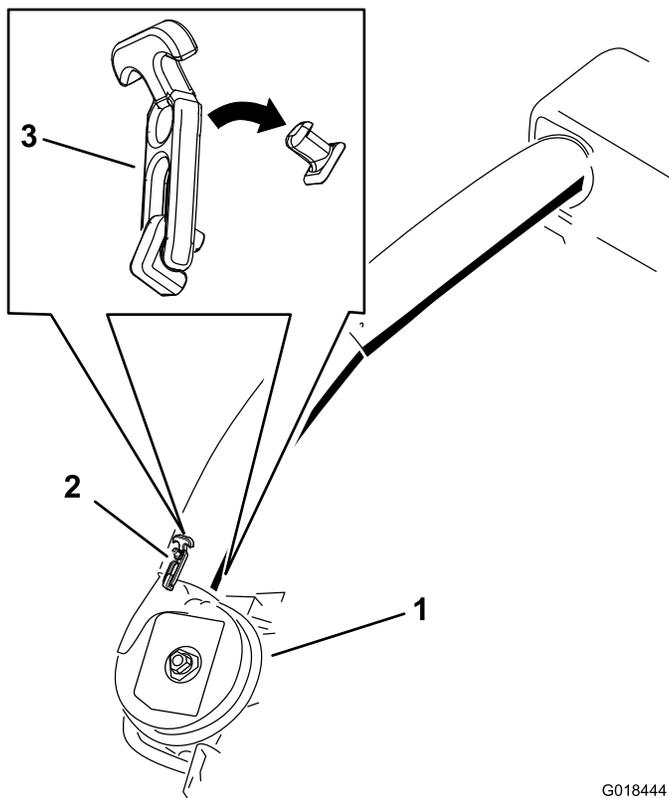

Figura 29
5. Utilize ambos os trincos para instalar o tubo inferior no conjunto do soprador (Figura 29).
20. Utilize ambos os trincos para instalar o tubo inferior no conjunto do soprador (**Figura 29**).